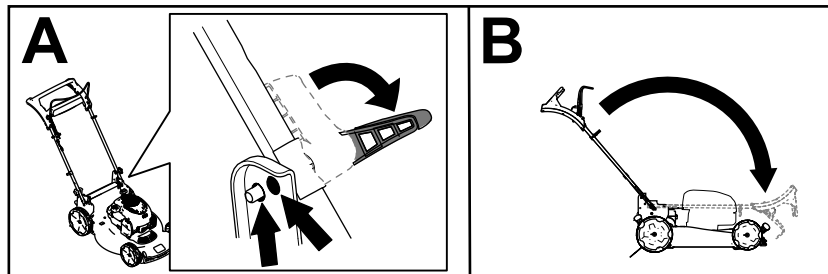

Figura 18
2. Disinnestate i fermi della stegola finché non è possibile muovere liberamente la stegola superiore (A della Figura 18)
3. Piegate la stegola in avanti, in posizione completamente in avanti (B della Figura 18).